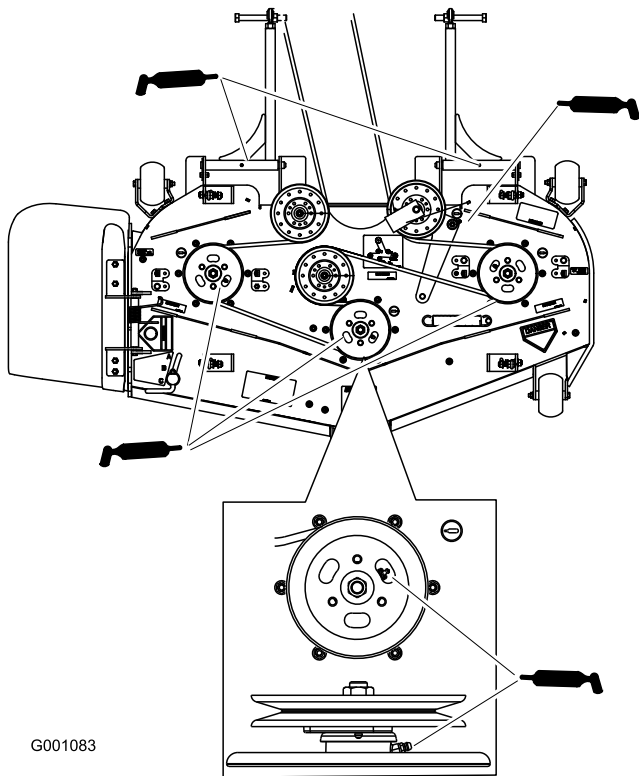

Figura 36
4. Ingrassate i tre cuscinetti del mandrino sotto le pulegge finché il grasso non fuoriesce dalle tenute inferiori (Figura 36).
5. Ingrassate il braccio di rinvio della cinghia, sulla scocca del tosaerba (Figura 36).
6. Lubrificate i raccordi sui bracci di spinta (Figura 36).